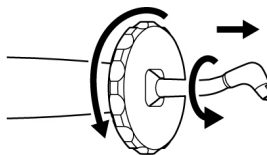

Fig. 18
1. Déconnectez l'embout de la pièce à main à l'aide de la clé polygonale (Fig. 18).